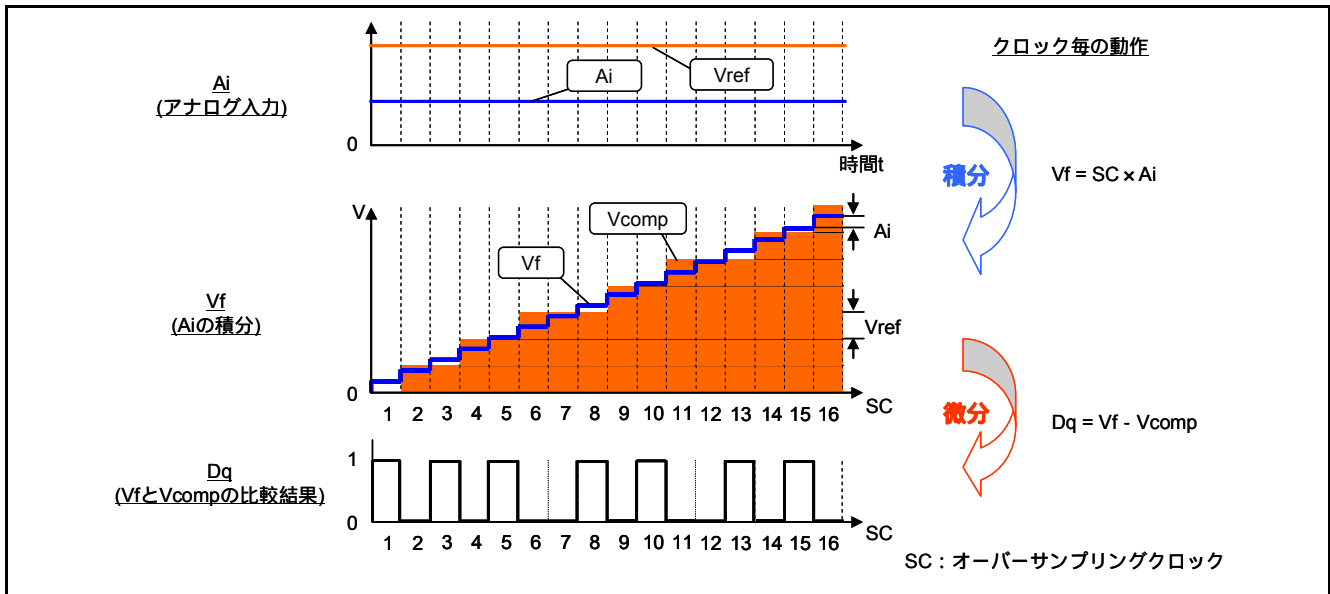

図 1.5 変調器による A/D 変換
図 1.5に 変調器による A/D 変換を示します。ここでは直流 (DC) 電圧を測定することを例にして説明します。まず、測定したいアナログ入力電圧  $A_i$ 、 $A_i$  の積分値  $V_f$ 、初期値 0V の比較電圧  $V_{comp}$ 、基準電圧  $V_{ref}$ 、オーバーサンプリングクロック  $SC$ 、比較結果  $D_q$  を用意します。